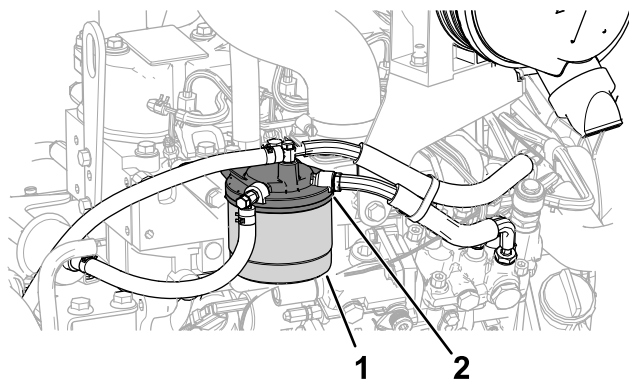

Bild 61
1. Reinigen Sie den Bereich um den Kraftstofffilterkopf (Bild 61).
2. Entfernen Sie den Filter und reinigen die Kontaktfläche (**Bild 61**).